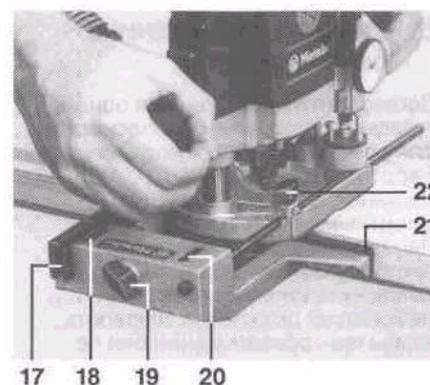

Рис. 5
Для фрезерования по фигурному краю можно к параллельному упору монтировать направляющий ролик 30 360. Пластмассовая опорная рейка (21) (рис. 5) при этом должна быть снята. Опора с направляющим роликом при фрезеровании тонких деталей крепится к верхней части и при фрезеровании толстых деталей к нижней части параллельного упора. Барашковые винты упора с направляющим роликом могут быть ввинчены (в зависимости от выполняемой работы) - через отверстия параллельного упора - в среднее и заднее отверстия или в среднее и переднее отверстия с резьбой в упоре с направляющим роликом.
Для этих работ параллельный упор вставляется в машину так, чтобы его шкалы (18) и (20) (рис. 5) находились бы внизу. Пластмассовая дуга (17) при этом должна быть снята. Циркулярный штифт для фрезерования по окружности с большим радиусом крепится к заднему отверстию параллельного упора. Для фрезерования по окружности с меньшим радиусом (наименьший радиус примерно 85 мм) его следует крепить к переднему отверстию упора.